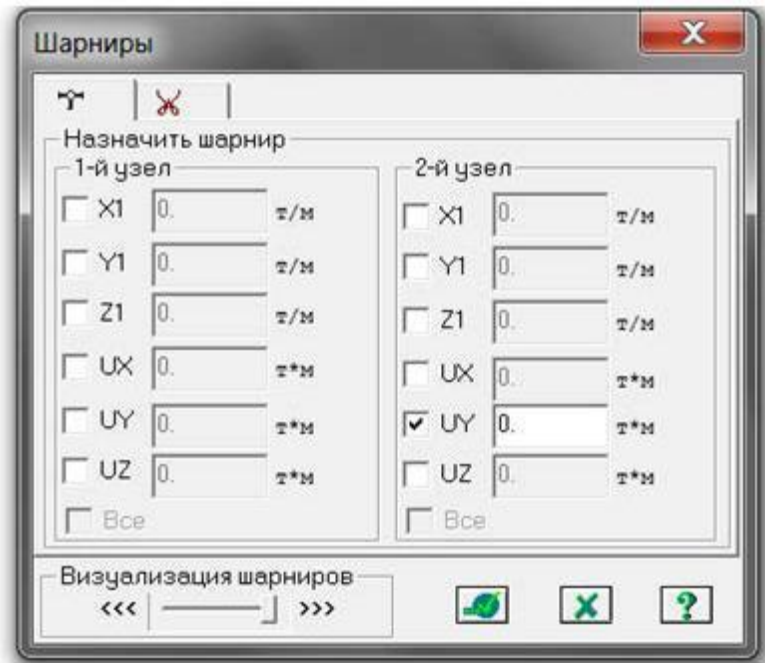

Рис. 2.21. Диалоговое окно Шарниры
- С помощью пункта меню Схема Связи (кнопка  на панели инструментов) вызовите диалоговое окно Связи в узлах (рис.2.21).